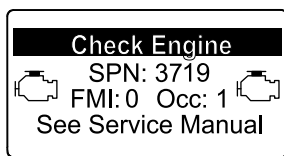

Figure 55
- Avertissement moteur SPN 3719, FMI 0 (Figure 55)